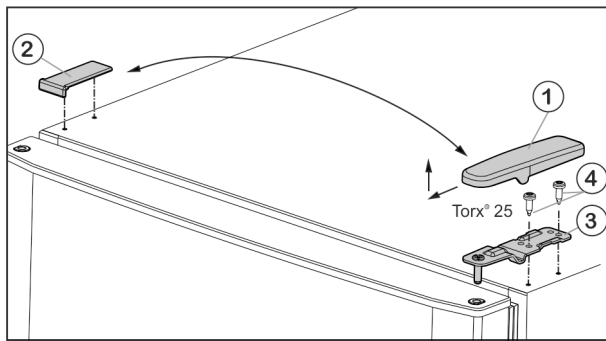

Fig. 5
- ▶ Estrarre la copertura Fig. 5 (1) tirandola in avanti e verso l'alto.
- ▶ Staccare la copertura Fig. 5 (2).
- ▶ Svitare il blocco di supporto superiore Fig. 5 (3) (2 x Torx® 25) Fig. 5 (4) ed estrarre tirando verso l'alto.
- ▶ Posizionare la porta superiore sul cuscinetto di supporto centrale (13).
- ▶ Inserire il blocco di supporto superiore Fig. 5 (3) sul nuovo lato della cerniera nella porta.
- ▶ Avvitare il cuscinetto di supporto superiore **saldamente (con 4 Nm)** (2 giri con chiave Torx® 25) Fig. 5 (4). Eventualmente utilizzare un avvitatore a batteria.
- ▶ Applicare il coperchio Fig. 5 (1) sul lato opposto dall'esterno e bloccarlo.
- ▶ Applicare il coperchio Fig. 5 (2) sul lato opposto dall'alto e bloccarlo.